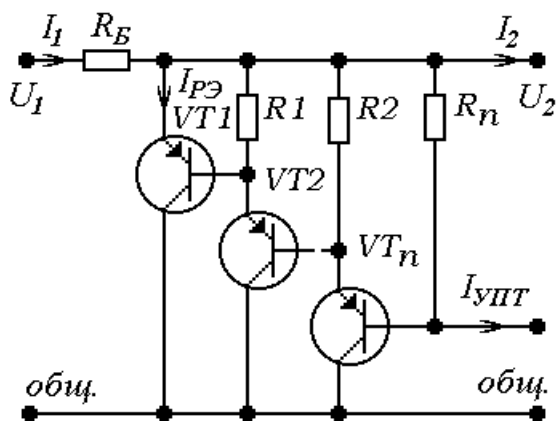

Рис.9. Вариант 9
$$U_{1ном} \geq \frac{1.2U_{2ном}}{1 - \delta_1 - q_1}, \text{ для рис. 9, 10.} \quad (3)$$
$$U_{K1} = U_{2ном}, \text{ для рис. 9, 10.} \quad (5)$$
$$R_B \leq \frac{(1 - \delta_1 - q_1)U_{1max} - U_{2ном}}{I_{2ном}}, \text{ для рис. 9, 10.} \quad (6)$$
$$I_{РЭmax} = \frac{(1 + \delta_1)U_{1ном} - U_{2ном}}{R_B}, \text{ для рис. 9, 10.} \quad (8)$$
$$R_l \leq \frac{\sum_{i=1}^l U_{БЭi}}{I_{K0l}}, \quad l=1...(n-1), \text{ для рис. 9, 10.} \quad (13)$$
$$R_i = R_B, \text{ для рис. 9, 10.} \quad (26)$$